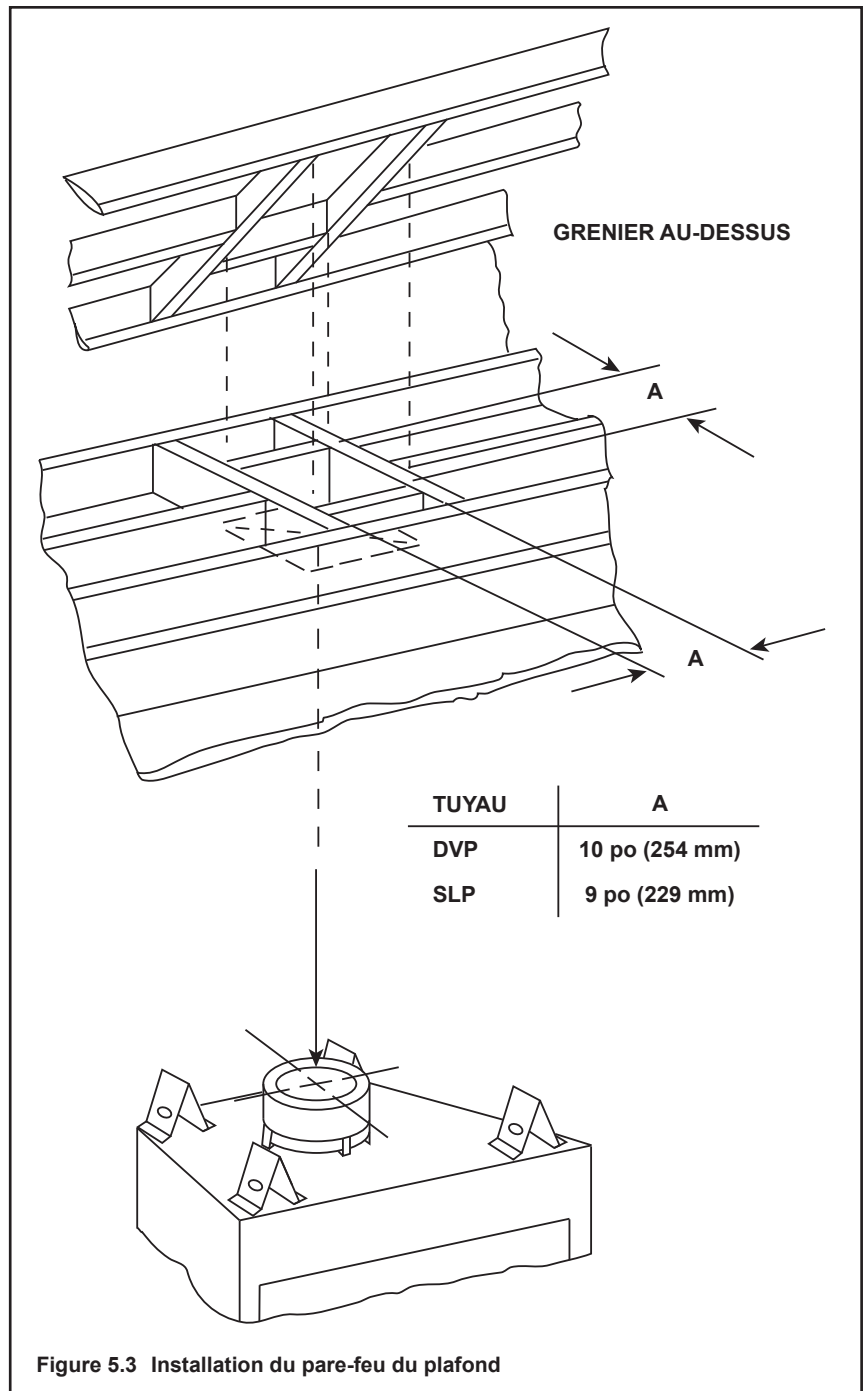

Figure 5.3 Installation du pare-feu du plafond
- **Conduit DVP seulement** - Fabriquez une charpente d'ouverture de 254 x 254 mm (254 mm par 254 mm) lorsque le conduit traverse un plafond ou un plancher (consultez la figure 5.3).
- **Conduit SLP** – Ouverture du coffrage 229 x 229 mm (9 x 9 po) (229 mm par 229 mm) quand le conduit d'évacuation traverse un plancher/plafond (voir la Figure 5.3).